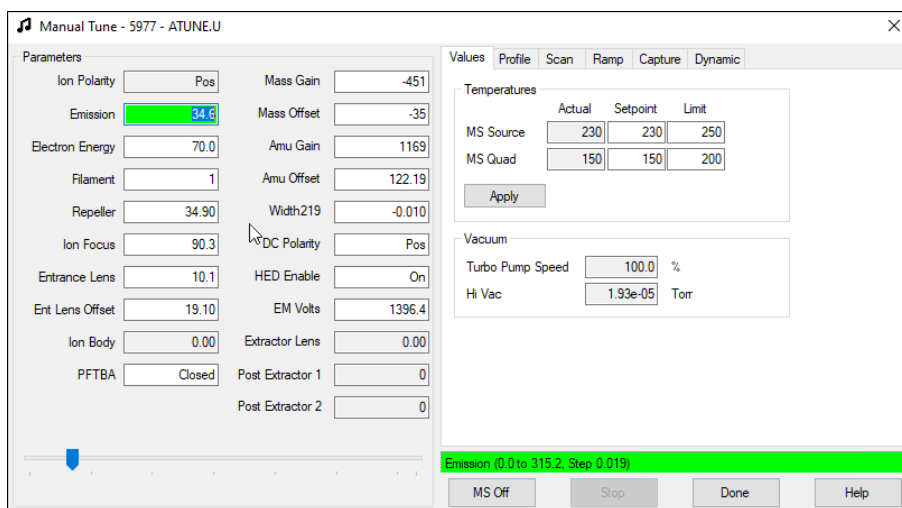
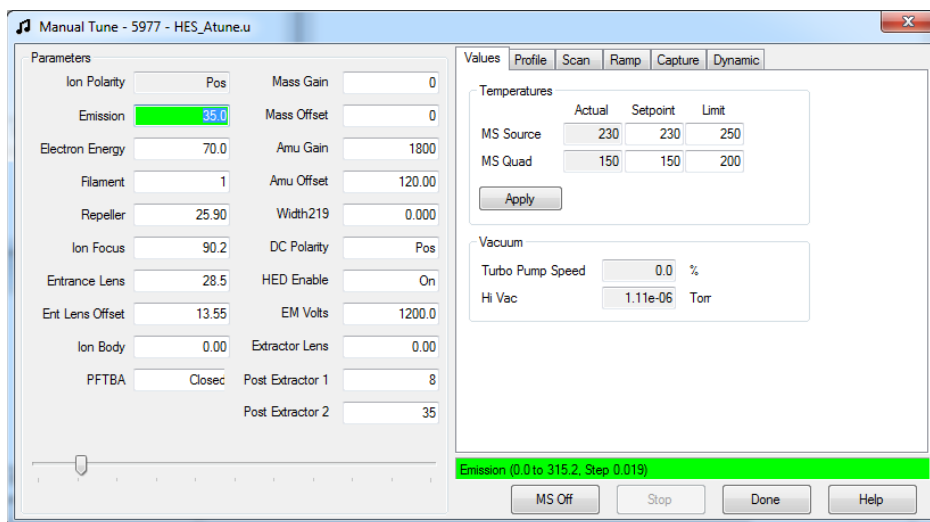

Figura 23. Guia de valores do tune manual
Figura 24. Guia de valores do tune manual da fonte de alta eficiência
- 2 Clique na guia **Values** para visualizar as temperaturas e o vácuo do MSD. (Consulte **Figura 23** e **Figura 24** na página 99.)